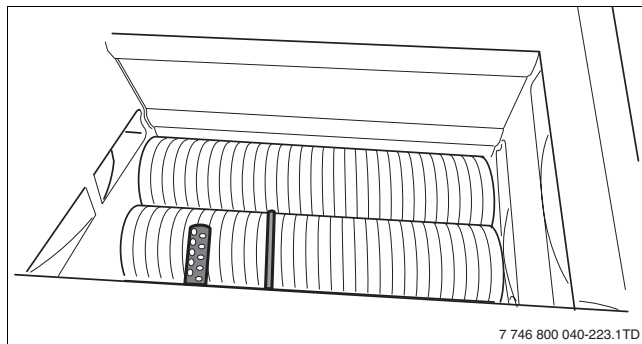
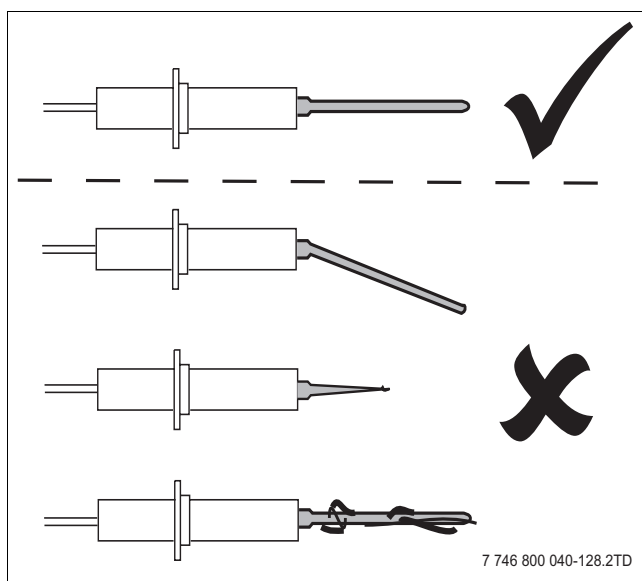
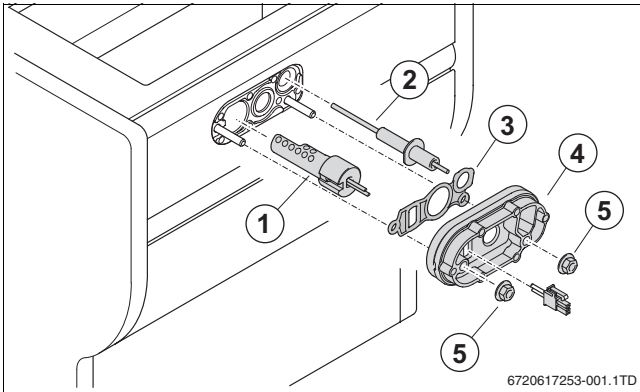

Fig. 90 Controllare l'elettrodo di ionizzazione e il dispositivo di accensione a incandescenza
Fig. 91 Controllo dell'elettrodo di ionizzazione
Fig. 92 Sostituzione del dispositivo di accensione
- ▶ Verificare l'eventuale presenza di usura, danni o sporczia sulle parti separate dell'unità di accensione (→ fig. 92) (→ fig. 90 e fig. 91).